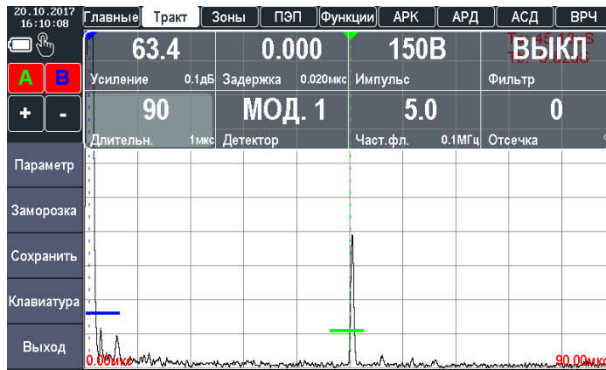

Рисунок 2.22 – Установка усиления приемного тракта
1. Установить усиление приемного тракта «УСИЛЕНИЕ», указывается в диапазоне от 0 до 126 дБ, с шагом 0,1 или 1 дБ. Необходимо настроить усиление таким образом, чтобы эхо-сигналы не выходили за пределы экрана, а также не были слишком малы (например, чтобы пик самого большого по амплитуде сигнал был на уровне 85% экрана), см. рис. 2.22.